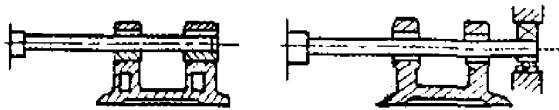

图 3 镗杆
**实例 10** 用镗刀镗孔时，经常在镗杆的中部位置加装套管，或在镗杆尾端加装尾架，如图 3 所示，采用这些措施能显著减小镗刀杆的弯曲变形（在集中力作用下，挠度与跨度的三次方成正比，在镗杆的中部加套管或尾端装尾架即是缩小跨度，所以极大地提高了梁的弯曲刚度）。